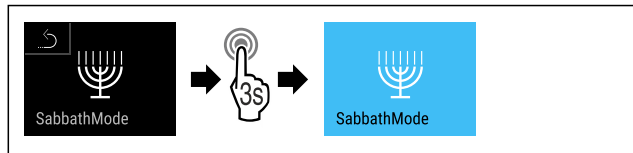

Fig. 12
- ▶ Genomför stegen (se Fig. 12).